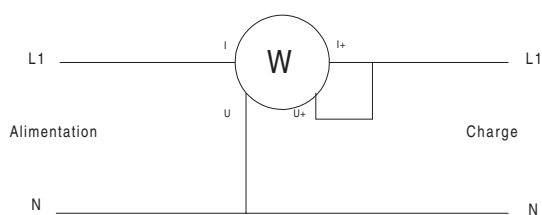
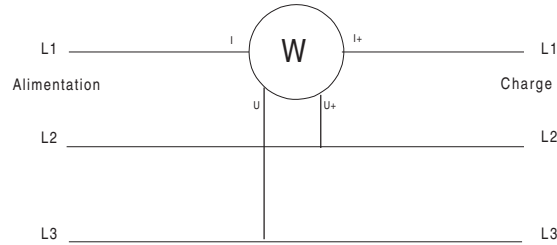

Fig 4.4.1 Schéma de branchement en monophasé
Fig 4.4.2 Schéma de branchement en Triphasé 3 Fils Equilibrés (uniquement PX 120)
Appliquer le schéma de branchement de la Fig.4.4.1 (monophasé) ou Fig.4.4.2 (Triphasé équilibré, T3FE uniquement PX 120), suivant le cas, en s'assurant si possible que celle-ci ne dépasse pas les limites maximales admissibles (voir tableau suivant). La commutation de gamme est automatique.
3. Appliquer le schéma de branchement de la Fig.4.4.1 (monophasé) ou Fig.4.4.2 (Trifasé équilibré, T3FE uniquement PX 120), suivant le cas, en s'assurant si possible que celle-ci ne dépasse pas les limites maximales admissibles (voir tableau suivant). La commutation de gamme est automatique.
3. Appliquer le schéma de branchement de la Fig.4.4.1 (monophasé) ou Fig.4.4.2 (Triphasé équilibré, T3FE uniquement PX 120), suivant le cas, en s'assurant si possible que celle-ci ne dépasse pas les limites maximales admissibles (voir tableau suivant). La commutation de gamme est automatique.
- Appliquer le schéma de branchement de la Fig.4.4.1 ou Fig.4.4.2 (T3FE uniquement PX 120), suivant le cas, en s'assurant si possible que celle-ci ne dépasse pas les limites maximales admissibles (voir tableau suivant). La commutation de gamme est automatique.